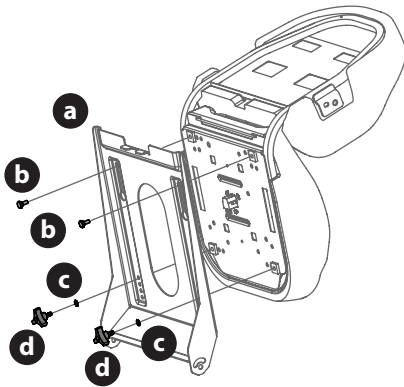

Fig. 4
- a. Pour le bouton d'ajustement du siège : insérez les boulons (b) dans les trous arrière et la rondelle de blocage (c) et les boutons (d) dans les trous avant. Serrez solidement (Fig. 4).